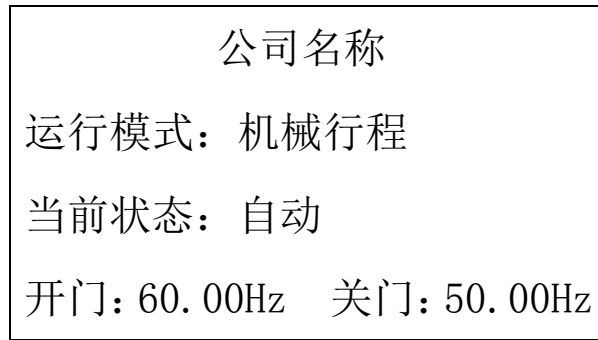

图 2-1
1).开机显示公司 LOGO，七秒后进入运行主界面，如图 2-1 所示（以机械模式为例）。